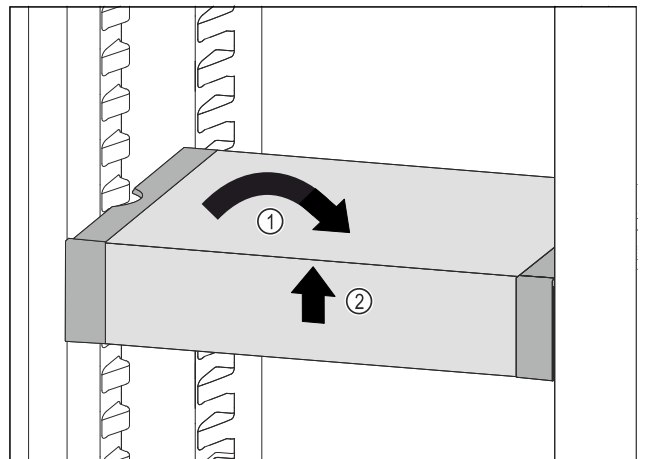

Fig. 132
- ▶ VarioSafe gerade stellen. Fig. 132 (1)
- ▶ VarioSafe vorne anheben. Fig. 132 (2)